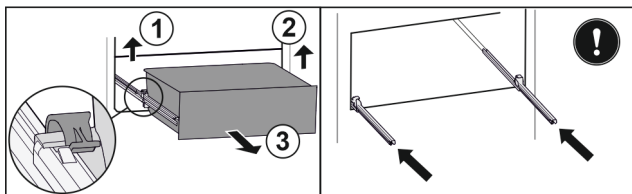

Fig. 31
- Підняти лівий затискач і одночасно висувний ящик ліворуч потягнути вперед. Fig. 31 (1)
- Підняти правий затискач і одночасно висувний ящик праворуч потягнути вперед. Fig. 31 (2)
- Вийняти висувний ящик рухом вперед. Fig. 31 (3)